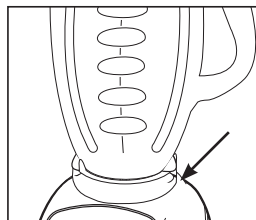

FIGURE 6
7. **Alignez les languettes du récipient avec celles de l'embase du mélangeur.** Assurez-vous que la languette gauche du récipient est derrière celle de l'embase du mélangeur et que la languette droite du récipient est devant celle de l'embase du mélangeur. Assurez-vous que le récipient repose en position. (Figure 6)